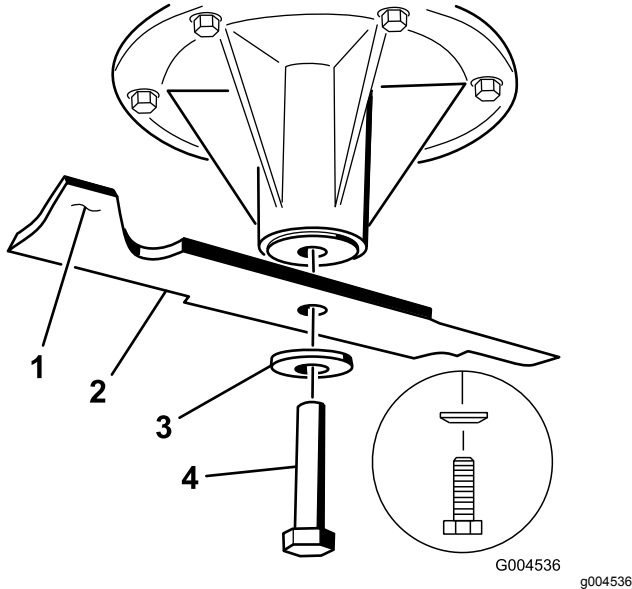

Figura 114
2. Retire del eje el perno de la cuchilla, la arandela curva y la cuchilla (Figura 114).
- Instale la cuchilla en el eje (Figura 114).
- Instale la arandela curva y el perno de la cuchilla (Figura 114).